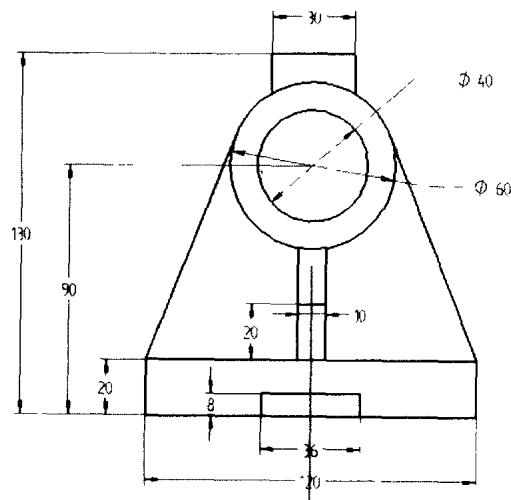

图 1-30
10. 利用智能尺寸标注命令 [ ]、几何元素间的尺寸标注命令 [ ] 作尺寸约束（如图 1-30 所示）。